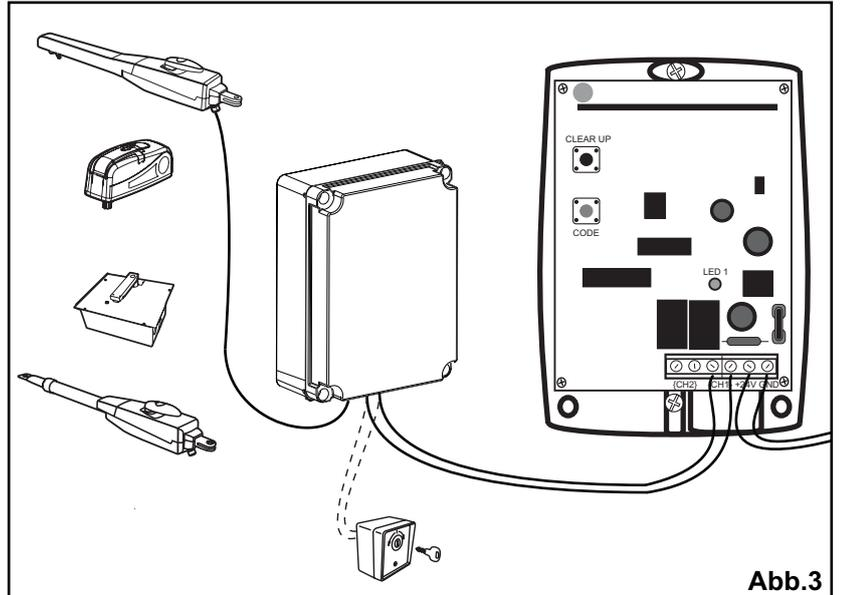
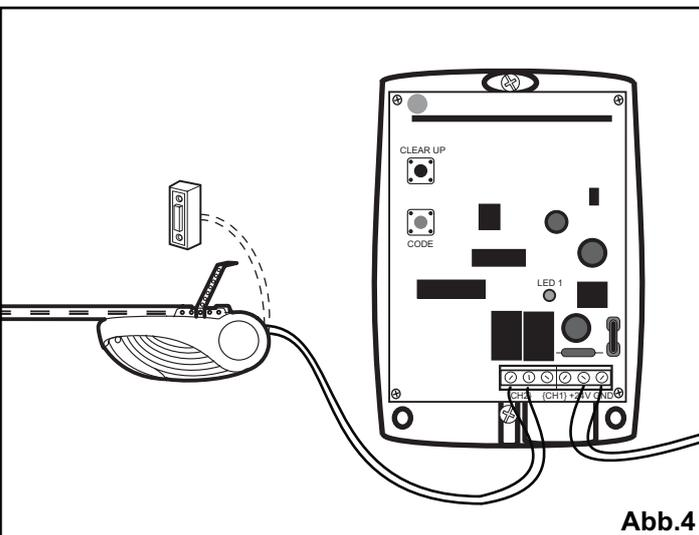

Abb.3
Abb.4
- Forbind nu automatikstyringen med universalmodtagerens klammer. Tilslut samtidig kablet til en følerfunktion (f.eks. nøglekontakt) i automatikken til forbindelsesklammerne (Channel1) (afb.3). Tilslut kablerne til den anden vægkontakt (hvis du betjener to porte) til forbindelsesklammerne (Channel2) (afb.4). Hvis der ikke er en vægkontakt eller en nøglekontakt, se betjeningsvejledningen til din automatik.